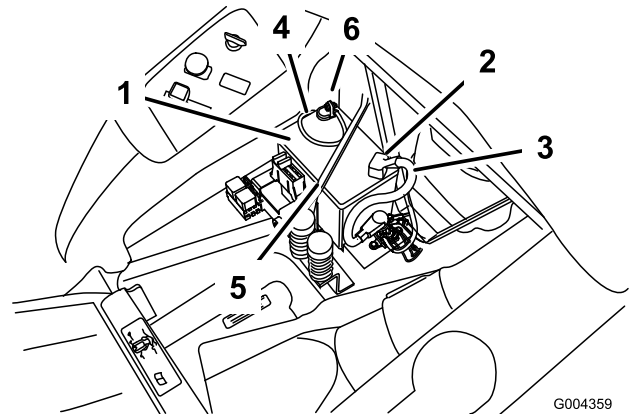

Bild 42
4. Klemmen Sie das Minuskabel (schwarz) vom Batteriepol ab (Bild 42).
5. Schieben Sie die Gummiabdeckung am Pluskabel (rot) nach oben. Klemmen Sie das Pluskabel (Rot) vom Batteriepol ab (Bild 42).
6. Nehmen Sie die Batterieklemme ab (Bild 42) und heben Sie die Batterie aus dem Ständer heraus.
1. Stellen Sie die Batterie in ihren Ständer, wobei die Pole vom Armaturenbrett weg weisen müssen (Bild 42).
4. Befestigen Sie die Kabel mit zwei Schrauben (1/4 x 3/4 Zoll), Scheiben (1/4 Zoll) und Muttern (1/4 Zoll) (Bild 42).
6. Befestigen Sie die Batterie mit der Befestigung (Bild 42).